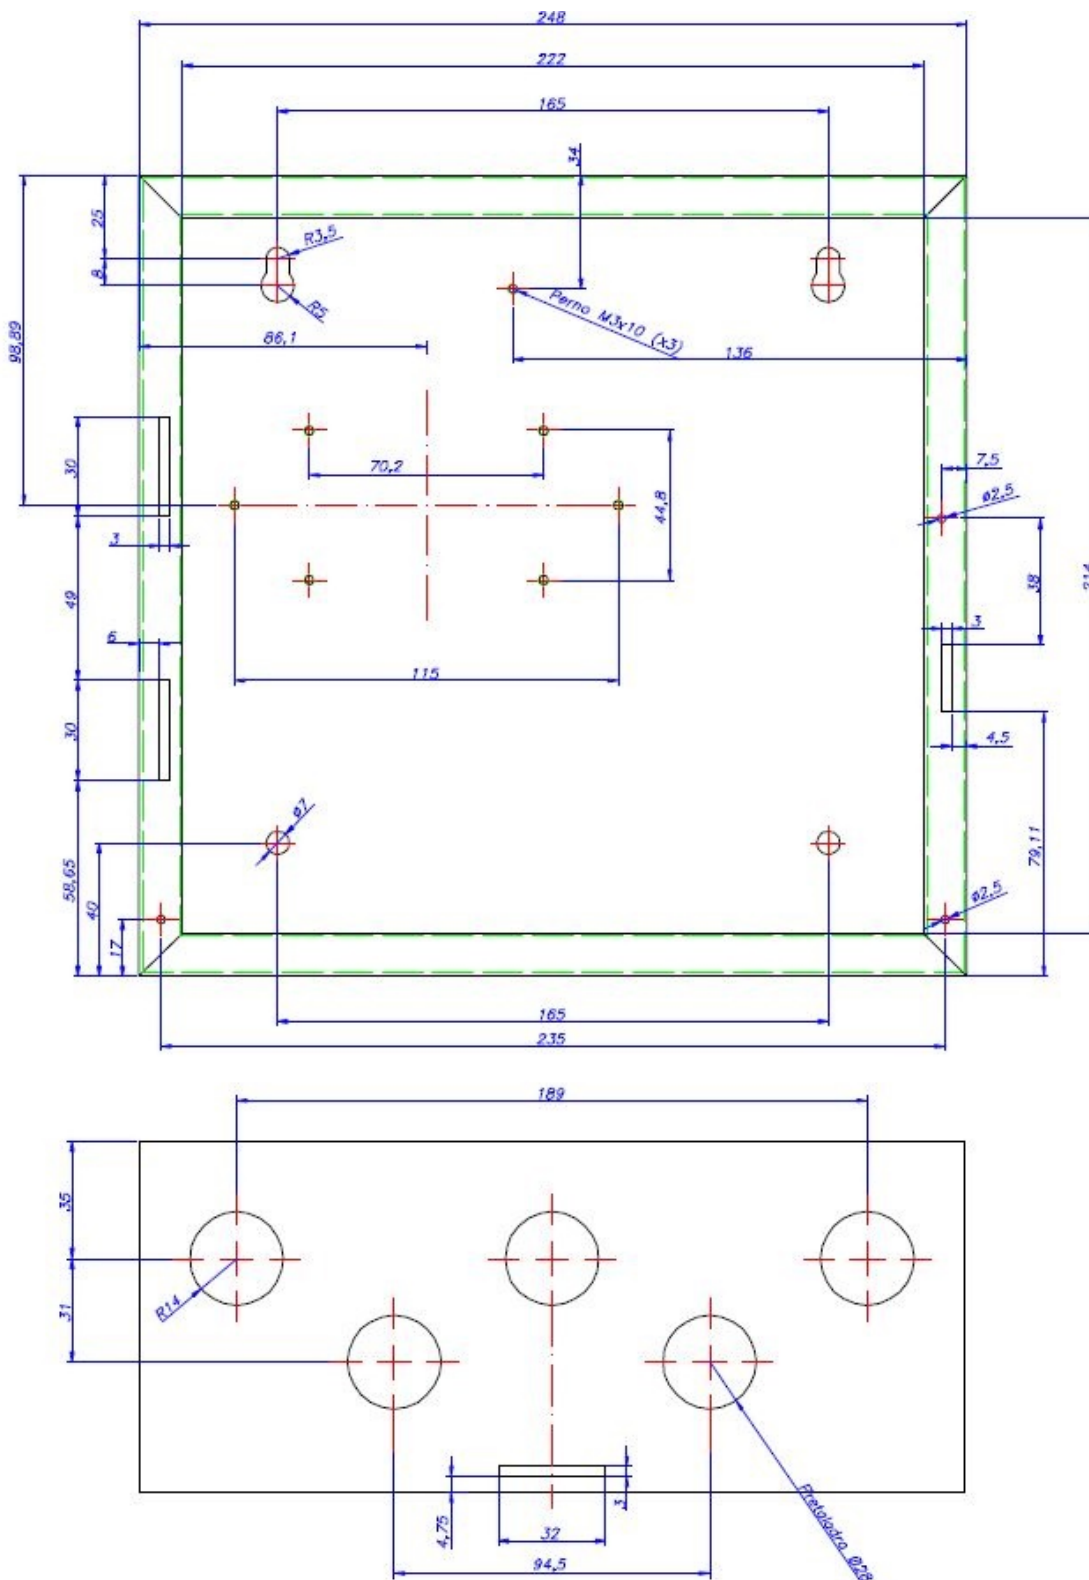

Figura 3 Planos da planta; furos para fixação e passagem de cabos.
A unidade central é baseada em um baú retangular de metal, um suporte de placa de cobertura na parte frontal, que se inclina no lado esquerdo do baú como uma porta e é mantido fechado com um parafuso localizado no lado direito (A1 na *Figura 3*), uma porta plástica independente que fica na central e é fixada a ela com 2 parafusos localizados nos vértices inferiores (A2).
A central será fixada em uma parede vertical. As ranhuras laterais da unidade central devem ser deixadas livres para uma correta evacuação do calor. A *Figura 3* mostra os orifícios de $\phi 28\text{mm}$ para entrada de cabos (B) localizados na parte superior e na parte inferior (caso seja necessário utilizar entradas adicionais), e os orifícios localizados na parte inferior da caixa para fixação de a unidade central à face vertical de: $\phi 10/\phi 7\text{mm}$ nas superiores (C1) e $\phi 7\text{mm}$ nas inferiores (C2).